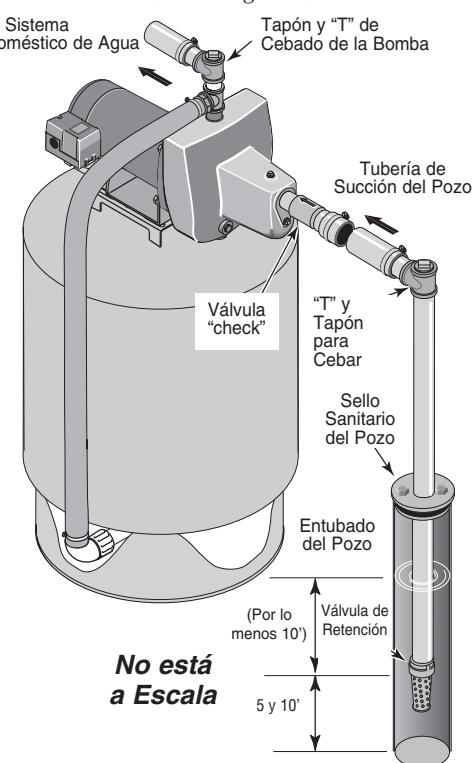

Figura 2: Instalación para pozo recubierto
INSTALACION DE POZO RECUBIERTO CON UN RECUBRIMIENTO DE 2" O MAS (Figura 2)
- Instale la válvula de retención, el filtro y la tubería del pozo (vea la Figura 2). Asegúrese de que la válvula de retención funcione libremente.
- Instale una "T" para cebar, tapón para cebar y la tubería de succión a la bomba (vea la Figura 2). Conecte la tubería del
pozo al orificio de succión de la bomba; utilice el menor número de conexiones posible – especialmente codos – ya que las conexiones incrementan la fricción de la tubería, pero incluya una válvula de aspiración – vea la Figura 2. La tubería de succión debe ser por lo menos del mismo tamaño que el orificio de succión de la bomba. Utilice cinta sellante de PTFE para roscas de tubería para juntas de tubería. Soporte la tubería para que no haya inclinaciones verticales o hundimientos en ella a fin de que no ejerza tensión sobre el cuerpo de la bomba y con el propósito de que no se incline ligeramente hacia arriba desde el pozo hacia la bomba (los puntos altos pueden ocasionar que se formen bolsas de aire que pueden bloquear la bomba). Selle las juntas de la tubería de succión con cinta sellante de PTFE para roscas de tubería para juntas de tuberías. Las juntas deben ser a prueba de agua o estar herméticamente cerradas. *Si la tubería de succión pudiera succionar aire, la bomba no podrá sacar agua del pozo.*